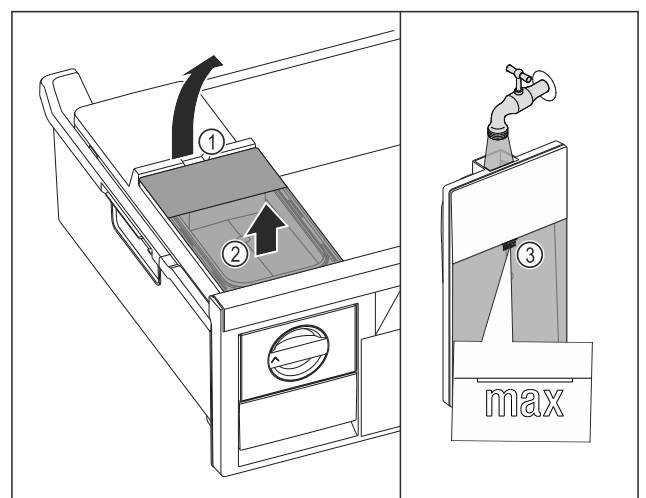

Fig. 156
- ▶ Dvignite rezervoar za vodo dvignite za izrez Fig. 156 (1).
- ▶ Rezervoar za vodo odstranite v smeri navzgor. Fig. 156 (2)
- ▶ Rezervoar za vodo napolnite s pitno vodo do oznake Fig. 156 (3).